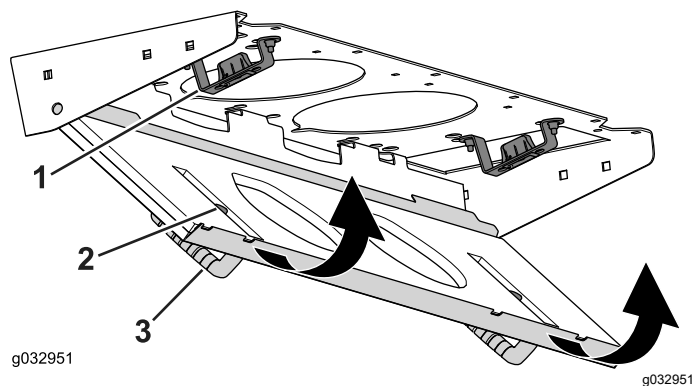

Рисунок 147
- Поверните сетчатый фильтр вокруг монтажных лепестков так, чтобы защелка зафиксировалась в креплении защелки в сборе (Рисунок 147).